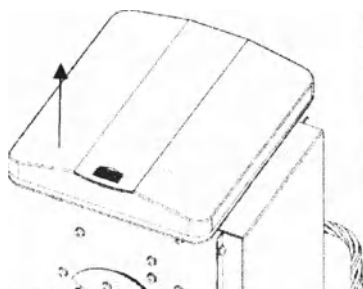

Рисунок 5-10
- 2) Разблокируйте рычаг и откройте крышку (Рисунок 5-10).